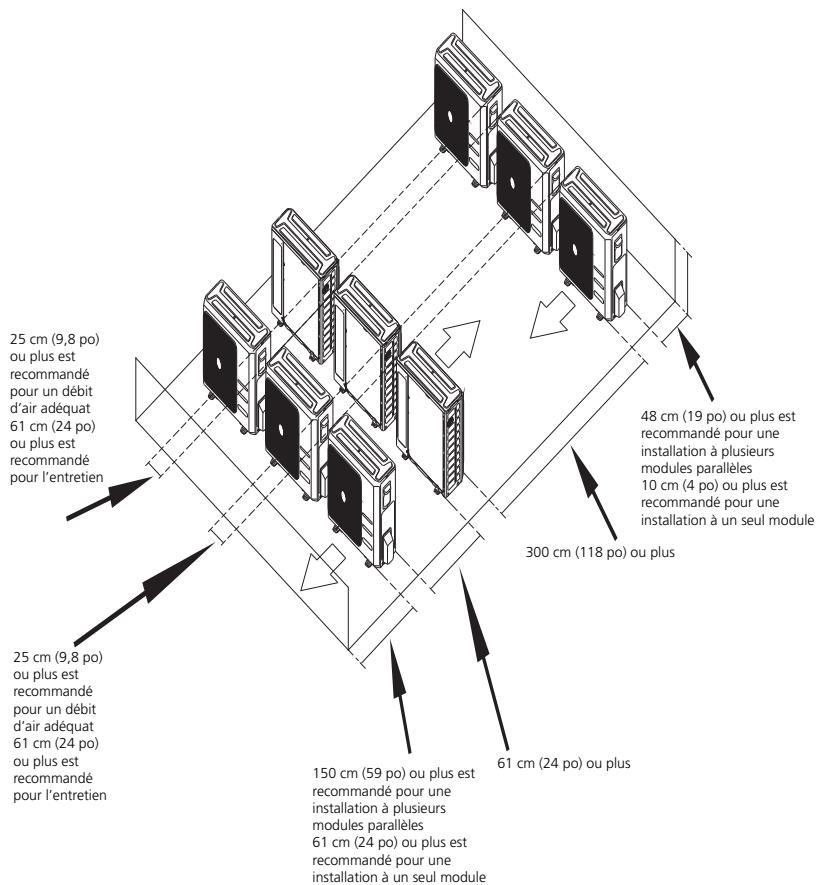

Fig. 6 – Dégagements des modules multiples
- Coupez le tuyau à 90° (voir la figure 6) au moyen d'un coupe-tube.